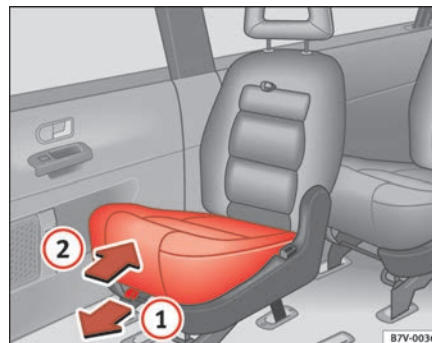

Abb. 40 Integrierter Kindersitz: Sitzpolster vorklappen
- Ziehen Sie die Zugschlaufe in Pfeilrichtung ⇒ Abb. 40 (1) nach vorn.
- Drücken Sie das Sitzpolster in Pfeilrichtung (2), bis es einrastet.
- Nehmen Sie die Kopfstütze aus der Rückenlehne des integrierten Kindersitzes heraus und bauen Sie die Kopfstütze zusammen mit der Schlummerrolle (A) wieder ein.